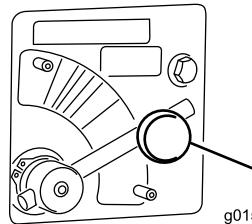

Figura 44
1. Allentate la manopola che fissa la leva della valvola dello spargitore (Figura 44).
2. Ruotate la leva della valvola dello spargitore (Figura 44) sul colore desiderato (giallo per questo esempio).
1. Spostate la leva della valvola dello spargitore sulla sezione **Blu** (VELOCITÀ MAX) (Figura 44). La leva ruotata completamente in senso orario dovrà essere in posizione orizzontale.